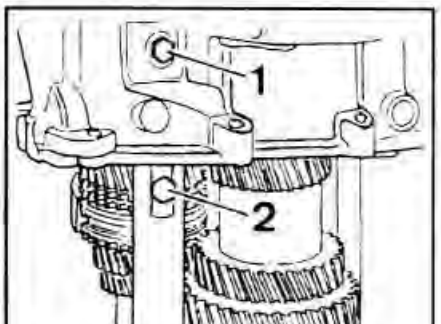

Рис. 6-17. Болты 1 и 2 крепления оси промежуточной шестерни заднего хода
- Завернуть болты крепления оси промежуточной шестерни заднего хода и затянуть их моментом 4,9 кгс·м (рис. 6-17).